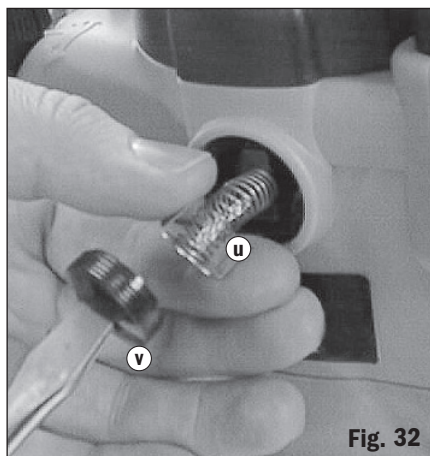

Fig. 32
2. Sortez les balais en tirant avec précaution sur les ressorts saillants. **Fig. 32.**